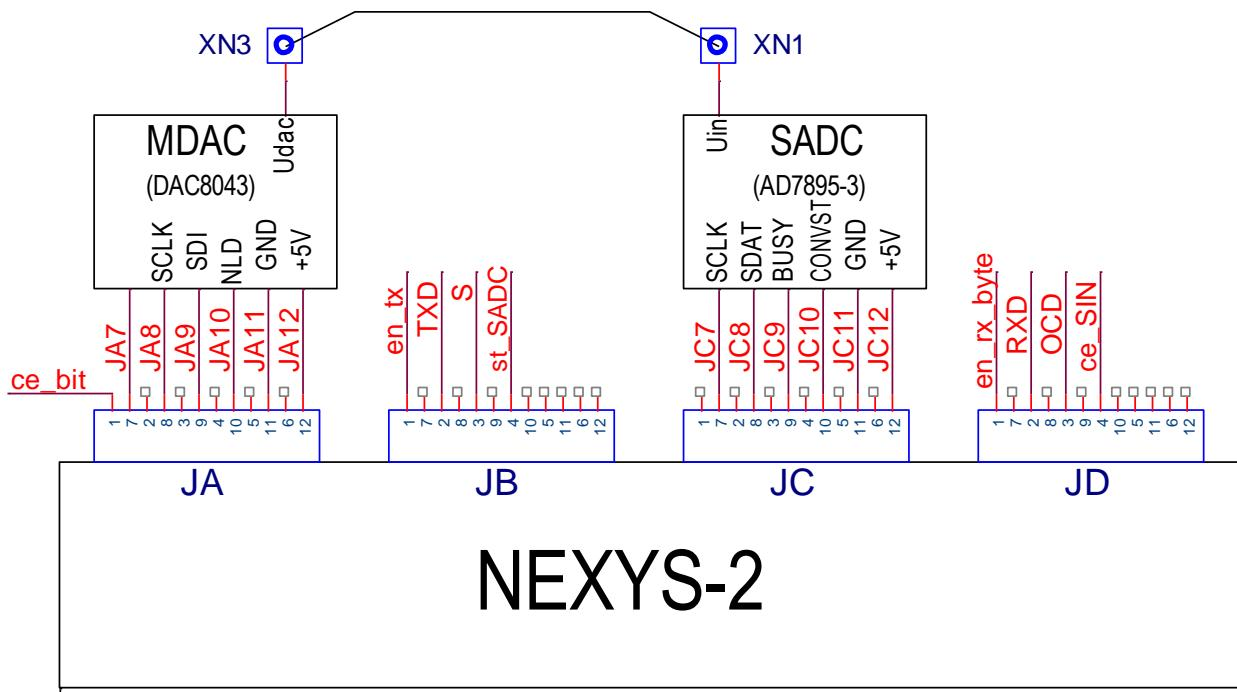

Рис.3 Схема соединения макетов MDAC и SADC с макетом NEXYS-2
6.1 Создать лист схемы **S_Sch_Lab414_F95** (New Source - Schematic). Из созданных символов составить схему рис.3. Выполнить синтез (Synthesize - XST), исправить ошибки.
Соединить проводной перемычкой выход XN3 MDAC с входом XN1 SADC (см. рис.3).